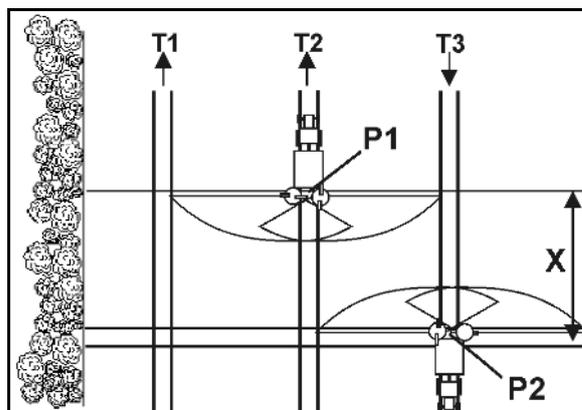

Fig. 45
2. Épandage dans les creux conformément au Décret concernant l'emploi des fertilisants (Fig. 45) :